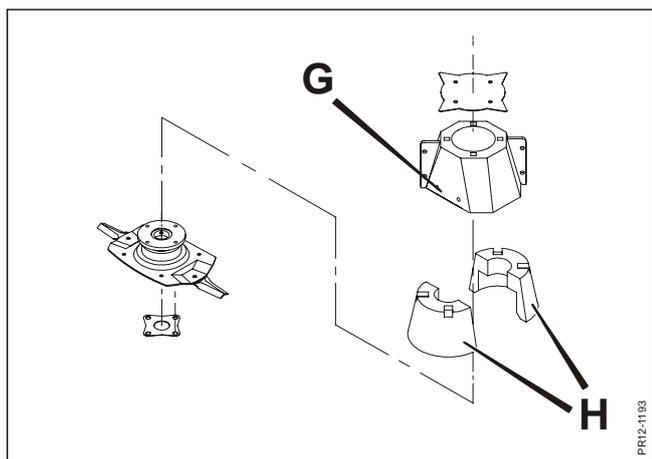

Fig. 5-6
**Fig. 5-6** Les deux gros déflecteurs **G** sur les disques extérieurs sont remplis de mousse **H** pour éviter un déséquilibre. Il est important de conserver ces blocs de mousse en bon état afin d'éviter l'introduction de poussière ou de saleté qui pourraient créer un déséquilibre.